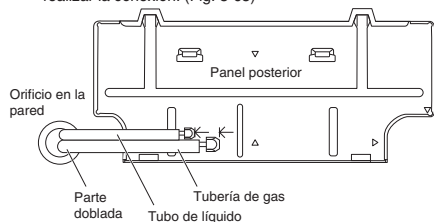

Fig. 3-63
- (1) Introduzca el tubo y la manguera de drenaje en la pared, dejando una longitud suficiente para la conexión. A continuación, doble el tubo con un doblador de tubos para realizar la conexión. (Fig. 3-63)